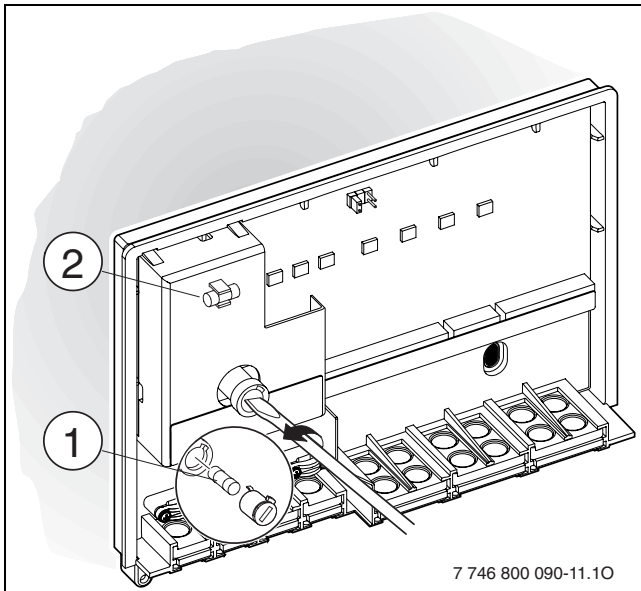

Fig. 14 Înlocuirea siguranței
- ▶ Înlocuiți siguranța (→ fig. 14, [1]). Pe capac este disponibilă o siguranță de schimb [2].